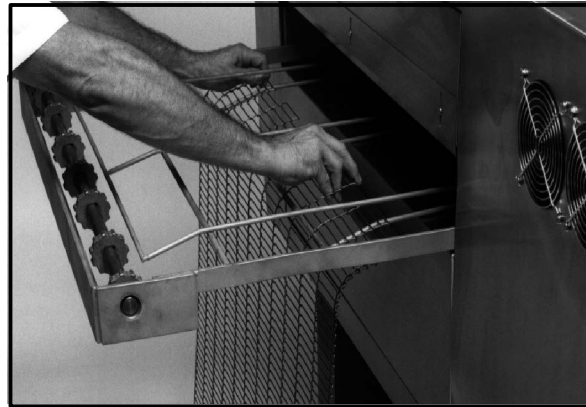

Figure 8
1. Insérez la bande transporteuse métallique en partant du côté droit du four, en commençant par le bas. Déroulez la bande comme indiqué, Figure 8. Sinon, elle sera à l'envers. Laissez-en pendre 30 cm environ du côté gauche